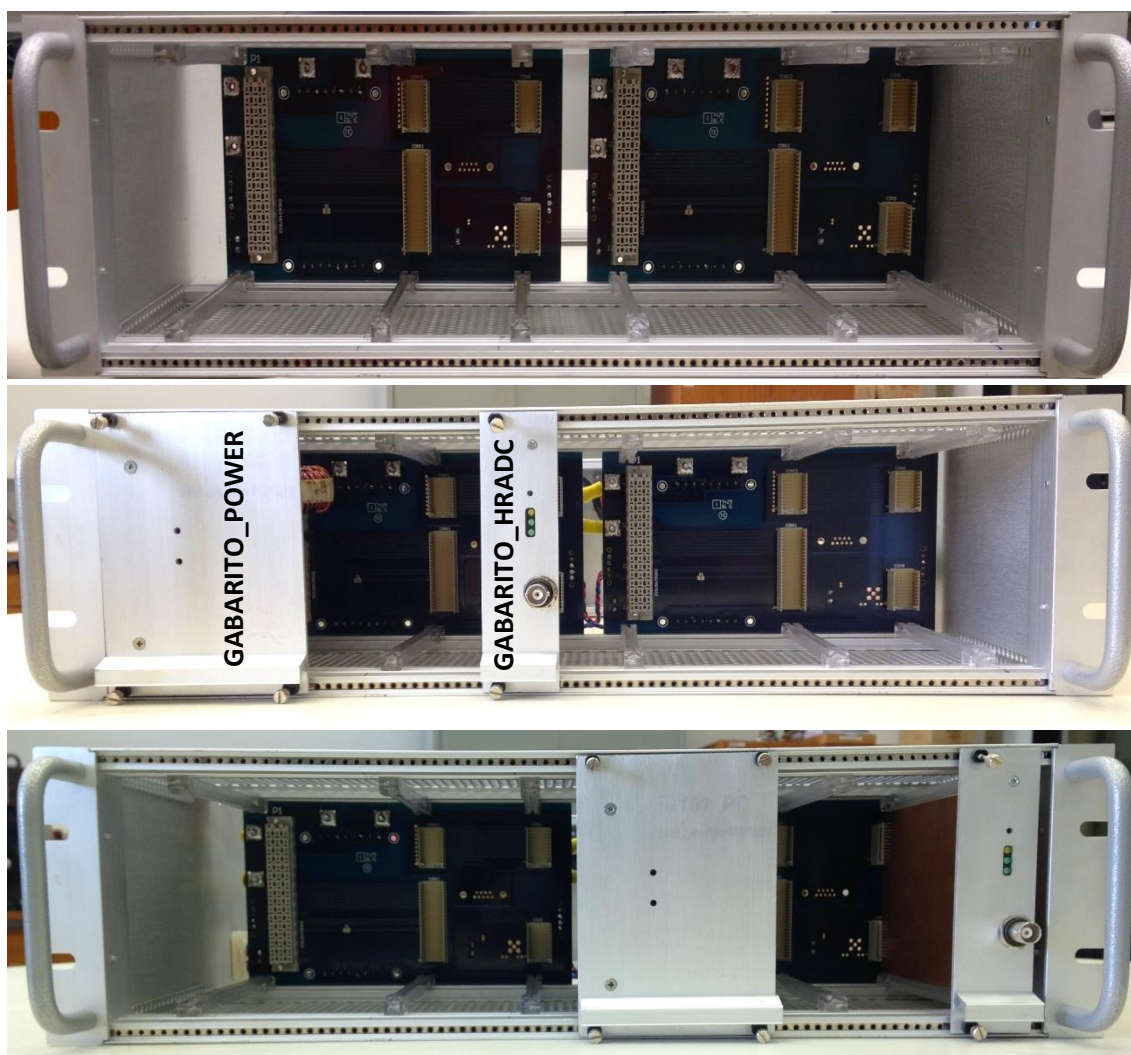

Figura 10 - Posição final das placas backplane, relativa às posições dos trilhos das PCs e às placas gabarito
- 4.2.3 Deslocar lateralmente as placas BACKPLANE em posições próximas à mostrada na Figura 10. Inserir a placa GABARITO\_POWER no primeiro trilho (da esquerda para direita) e GABARITO\_HRADC no terceiro trilho, de forma a encontrar a posição correta da placa BACKPLANE da esquerda que permite o encaixe entre estas duas. Apertar os 8 parafusos que sustentam esta placa BACKPLANE, travando sua posição. Repetir o processo para a placa BACKPLANE da direita, utilizando o quarto trilho para encaixe da placa GABARITO\_POWER e o sexto trilho para a GABARITO\_HRADC.